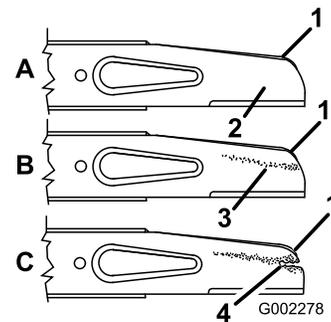

Figura 33
2. Retire las tuercas de la cuchilla, el acelerador y la cuchilla (Figura 33).